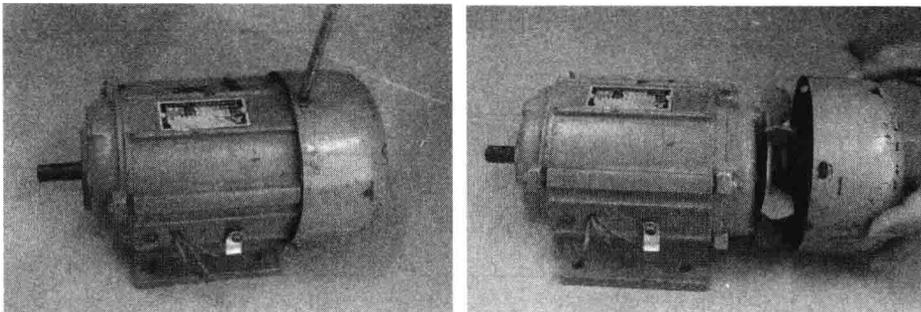

图 1-6 拆卸电动机
(1) 用螺丝刀将固定风扇罩的螺钉取下（对较大的电动机风扇罩在拆卸前做好记号，以便回装）并取下风扇罩，如图 1-6 所示。